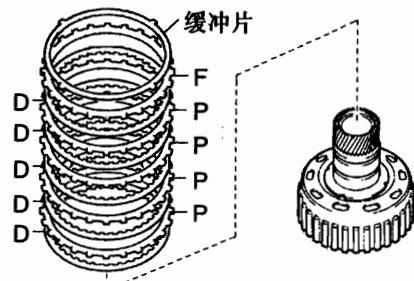

图 12-1-118
(4) 拆下后离合器盘。如图 12-1-118 所示, 从倒挡离合器毂上拆下离合器缓冲片、倒挡离合器法兰、4 个离合器片和 5 个离合器盘。